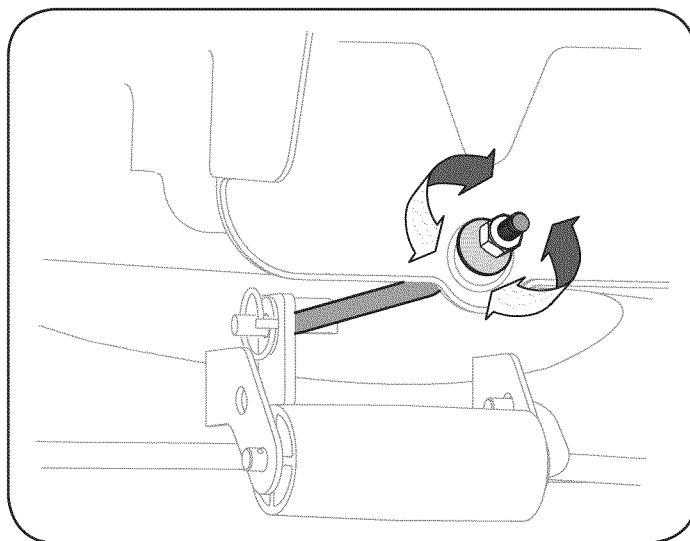

Figura 22
1. Localice la tuerca hexagonal en el extremo de la varilla de suspensión de la plataforma. Vea la Figura 22.
3. Para bajar la parte delantera de la plataforma, afloje (rosca hacia afuera) la tuerca hexagonal, alejándola de la ménsula de suspensión frontal. Vea la Figura 22.